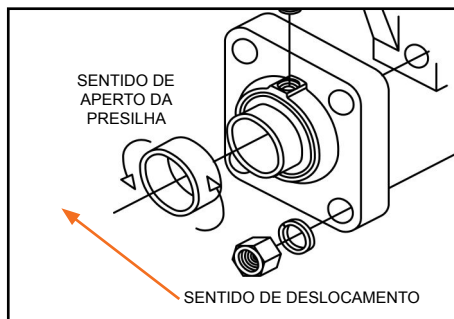

Figura 30
- 8º - Certifique-se que as presilhas excêntricas dos rolamentos dos mancais dos rolos, estejam apertados no mesmo sentido do deslocamento (Figura 30).